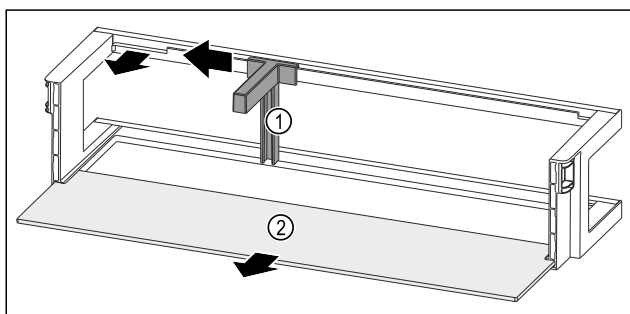

Fig. 122 Półka w drzwiach z uchwytem butelek i półką
- ▶ Przesunąć uchwyt butelek Fig. 122 (1) na bok do zagłębienia.
- ▶ Wyjąć uchwyt butelek Fig. 122 (1).
- ▶ Wyjąć półkę Fig. 122 (2).